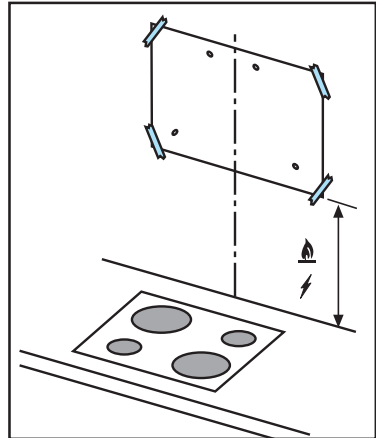

Bild 8
- Das Bohrenscheema an die Mauer daraufmachen: die senkrechte, auf das Bohrenscheema gedruckten Mittellinie muss der auf die Mauer gezeichneten Mittellinie entsprechen, die untere Seite des Bohrenscheema entspricht der unteren Seite der Dunstabzugshaube. **Bild 8**